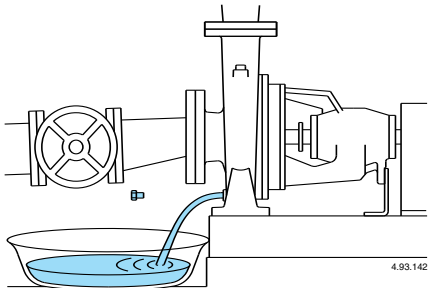

Рис. 9 Слив воды
**ВНИМАНИЕ! Во время простоев, если существует опасность замораживания необходимо полностью слить воду из насоса (рис. 9).**
Перед проведением разборки закройте задвижки на всасывающей и подающей трубах и слейте жидкость из корпуса насоса (рис. 9).